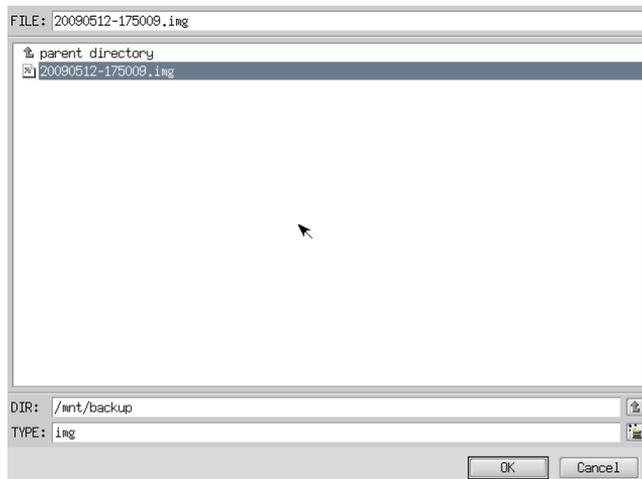

図 7-4-3. ファイル参照画面
- ④ ファイル参照画面（図 7-4-3）が表示されます。②で接続したメディアは、/mnt にマウントされているので、/mnt 以下から目的のファイルを探してください。[OK]を押すとファイル選択画面にもどります。